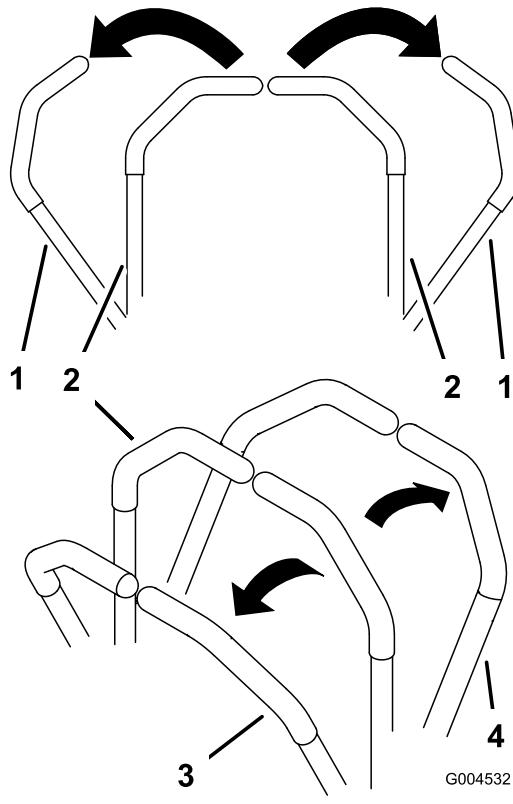

Figure 17
1. Mettez les leviers de commande de déplacement (Figure 17) en position de verrouillage du point mort.
3. Pour vous déplacer en marche avant, poussez doucement les leviers de commande de déplacement vers l'avant (Figure 17).
Pour vous déplacer en ligne droite, appliquez une pression égale sur les deux leviers de déplacement (Figure 17).
Pour tourner, rapprochez du point mort le levier de commande correspondant à la direction que vous voulez prendre (Figure 17).
2. Pour vous déplacer en marche arrière, tirez doucement les leviers en arrière (Figure 17).
Pour tourner, relâchez le levier de commande correspondant à la direction que vous voulez prendre (Figure 17).